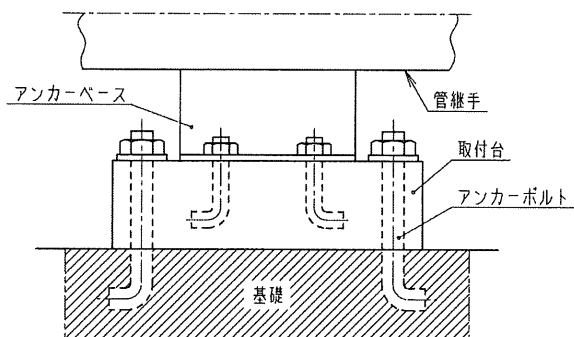

図9 基礎の設置例
- (3) 配管質量支え用ガイド G2 は配管の自重、流体の質量などによって生ずる配管の曲がり防止のためにローラ、サポート又はハンガが設置されます。これらは管継手の座屈防止用としては不向きですので、配管の条件等によりどうしても使用せざるを得ないときは、配管が振れないように支持金具を設置するなどして振れ止め対策を行ってください。
- (4) 単式管継手は原則として固定点(上流側、下流側のどちらでもよい)のすぐ近くに取り付けてください。
- (5) 複式管継手は固定点と固定点の中央部に取り付けてください。また、アンカーベース(11)部は中間固定点と同様の荷重が作用しますので、取付台は床上を滑り動いたり、浮上したりしないようにアンカーボルトによって確実に基礎に固定してください(図9参照)。